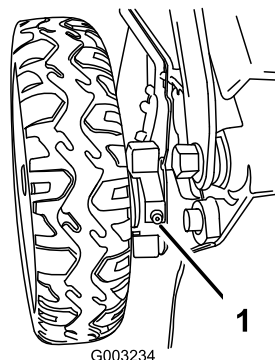

Figure 48
1. Essuyez les graisseurs situés juste à l'intérieur des roues arrière avec un chiffon propre (Figure 48).